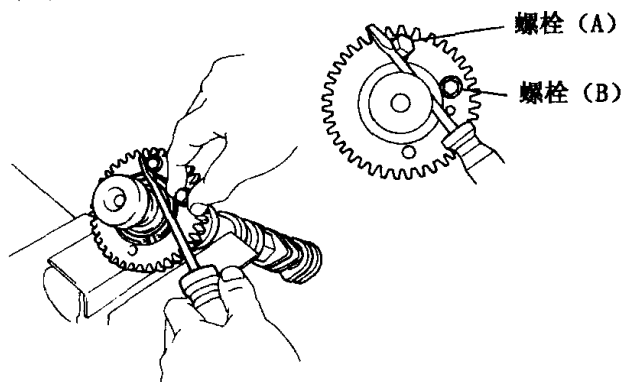

图1-1-5 拆下副齿轮
⑤轮流旋松并拆下第4号轴承盖两个螺栓。注意:当第4号轴承盖的螺栓松开时,凸轮轴应能平直的取出。如果不能,应重新拧紧第4号轴承盖的两个螺栓,最后按从第⑤步到第②步的相反顺序操作,重新设定排气凸轮轴的锁销孔在上止点前 $5^{\circ}\sim 30^{\circ}$ 位置,并再进行一次从第③步到第⑤步的步骤。千万不能用任何工具或物体强行撬起凸轮轴。
⑥拆下第4号轴承盖和排气凸轮轴。
⑦小心地将凸轮轴夹到台钳上,见图1-1-5,将螺栓(A)插入凸轮轴副齿轮的维修孔中,用一螺丝刀顺时针转动副齿轮,并拆下螺栓(B)。